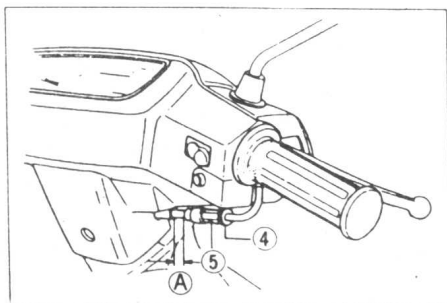

图 1-15
松下锁止螺母④并向内或外转动调节器⑤，直到获得规定的游隙Ⓐ 为止。调整游隙后，固定锁止螺母，见图 1-15。